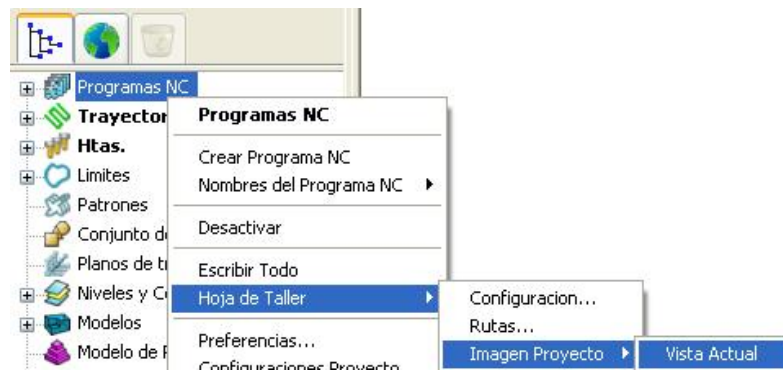

Figura 2.249 Vista actual de la imagen del proyecto.
- En el explorador, hacer clic con el botón derecho del ratón en Programas NC, y seleccionar Hojas de Taller - Imagen del Proyecto - Vista Actual (Figura 2.249).